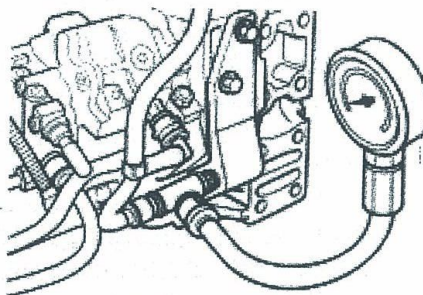

图 2-67 燃油回油阻力测试
1) 断开燃油回油管路上的快换接头，安装燃油系统测试工具(零件号为 4918462)，并在该测试工具的中间接口上安装压力表(零件号为 4918324)，见图 2-67。